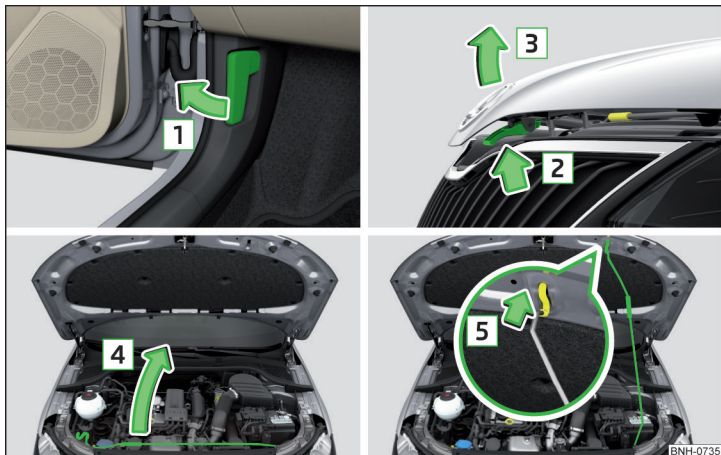

Fig. 231 Deschiderea capotei
- Deschideți portiera din față și trageți de maneta de deblocare aflată sub planșa de bord în sensul săgeții **1** » fig. 231.